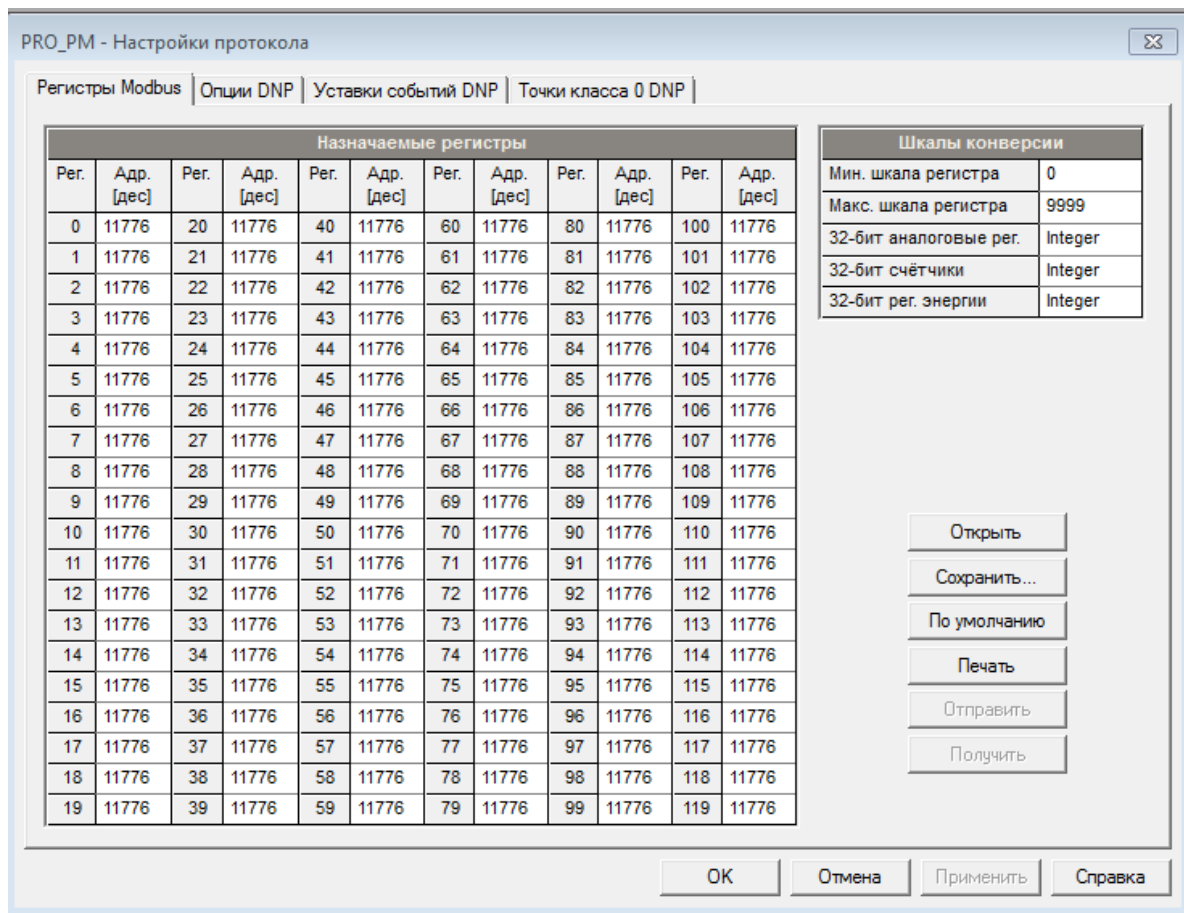

Рисунок 112 – Построение карты регистров Modbus
1. Выберите на панели меню «Настройки» – «Настройки протокола», в открывшемся окне перейдите на вкладку «Регистры Modbus» (рисунок 112).